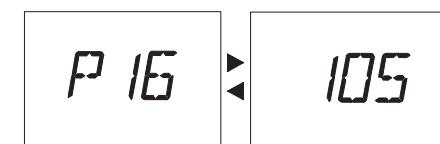

Рис. 31
- 3 На ЖК-дисплее параметр **P16** чередуется с **105** (Рис. 31).